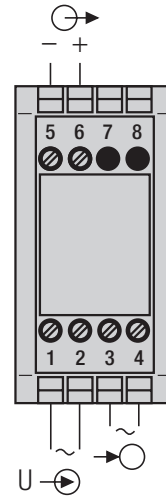

Bild 2. AC-Hilfsenergie.
Wechselspannung (AC):	24, 110, 115, 120, 230 oder 400 V $\pm 15\%$, 50 / 60 Hz Leistungsaufnahme ca. 3 VA, siehe Bild 2